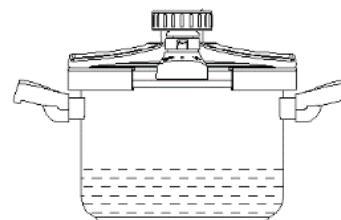

Fig. 4
- Menos de 1/3 da altura do fogão para alimentos expansivos como arroz, feijão, etc. (Fig. 4);